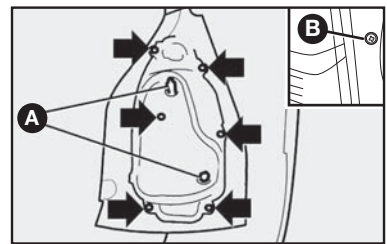

fig. 21
- 1) por dentro do porta-malas, soltar as porcas **A-fig. 21**;
- 4) retirar o conjunto de lâmpada removendo os parafusos indicados pelas setas **fig. 21**;